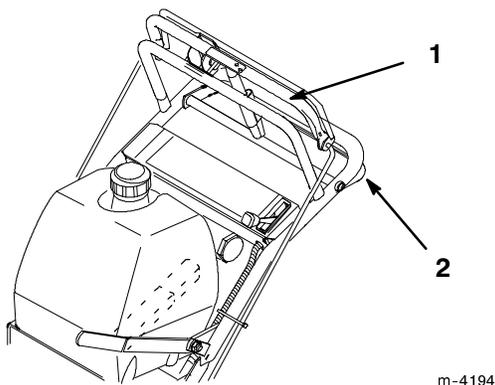

Figure 16
3. Pousser doucement sur la barre de commande supérieure pour avancer en marche avant (Fig. 16).
Pour aller tout droit, exercer une pression égale aux deux extrémités de la barre de commande supérieure (Fig. 16).
Pour tourner, relâcher la pression sur la barre de commande supérieure du côté opposé à la direction souhaitée (Fig. 16).
3. Serrer doucement la barre de commande inférieure vers le mancheron pour embrayer la marche arrière (Fig. 16).